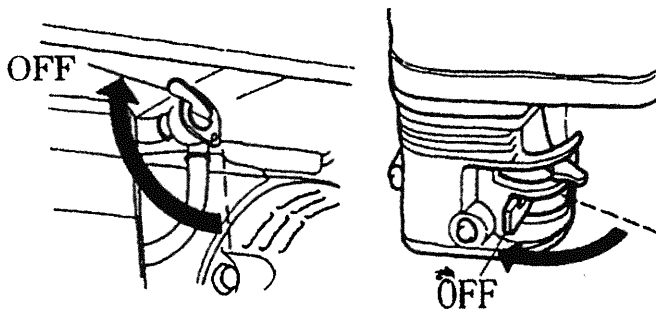

Fig. 36
- Ponga el interruptor de combustible en posición OFF. (Figure 36)